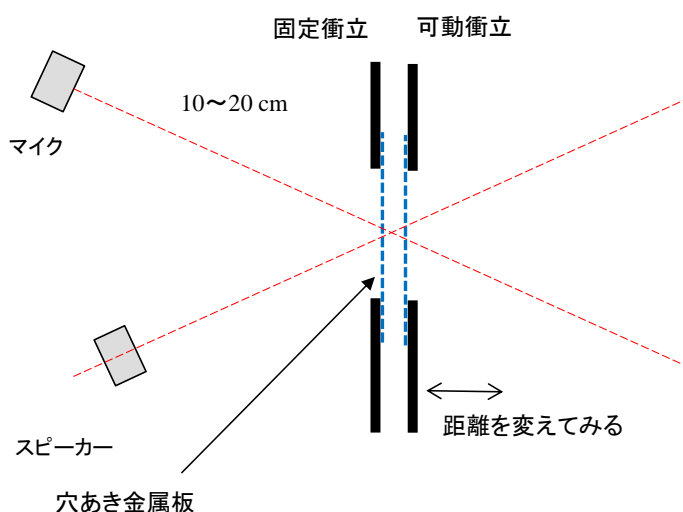

図 2-16 反射波の干渉（反射防止膜の原理）
まず、図 2-16 のように、スピーカーとマイクを衝立の窓に向けて斜めに配置し、反射波があればちょうどマイクで受けられるように、また、スピーカーからの音波が直接マイクに入らないように角度や距離を調整しておく。この配置で、①衝立に何も貼らない状態、②衝立の一つに穴あき金属板を貼った状態、③二つの衝立に穴あき金属板を貼った状態を比較する。可動衝立の位置を変えて実験すると、ある条件では反射が軽減されることを確かめなさい。反射が最も減少したときの条件と減少率を求めなさい。
**ヒント:** ①の状態でも窓の縁からの反射が入ってくることがあるので、これを極力減らしておくこと。